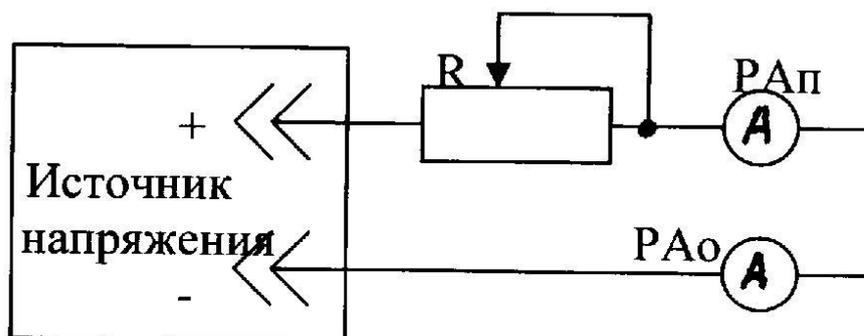

Рис. 2.
2.5. Собрать схему рис. 2. Дать ее на проверку преподавателю
2.5. Собрать схему рис.2. Дать ее на проверку преподавателю